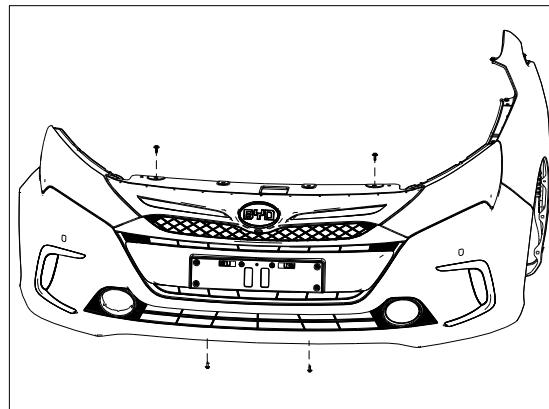

图 1.1.4 前保险杠总成的拆卸
- (1) 拆下安装在前格栅和水箱上横梁上的 2 个组合螺钉，如图 1.1.4 所示；
- (2) 拆下安装在前保险杠与发动机下挡泥板上的 2 个组合螺钉；
- (3) 沿前保险杠两侧轻拉保险杠，使之与车身脱离（前保险杠支架和前组合大灯支架有多处卡角安装，切勿使用蛮力强行拉出）；在拉出时不要太急，并在前组合大灯尖角处适当下压。保护前保险杠漆面和结构及可能存在的雷达的电路；
- (4) 拔开前保险杠本体总成与左/右雾灯、左\右转向灯、左/右雷达，以及高配中全景摄像头接插件。
- (5) 拆下前保险杠总成。